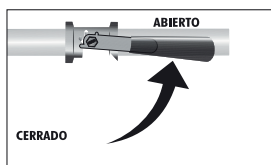

Figura 25
- Gire la válvula de paso hasta la posición ABIERTO (figura 25).